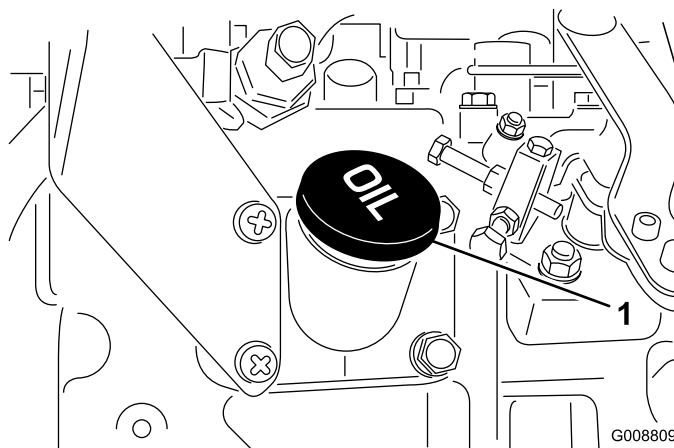

Figura 35
4. Se l'olio non raggiunge i parametri di sicurezza, togliete il tappo di riempimento (Figura 35) e aggiungete olio finché il livello non raggiunge la tacca FULL. **Non riempite troppo.**